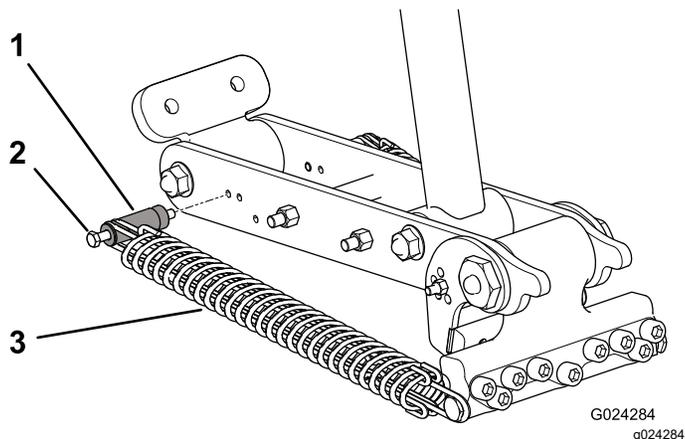
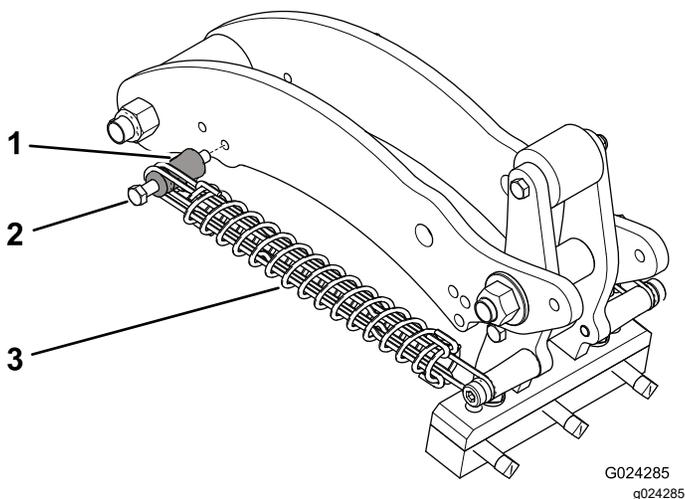

图 39
图 40
4. 卸下将弹簧安装杆螺栓固定至连杆臂的螺母图 39 或图 40。
5. 从连杆臂上卸下安装杆螺栓和安装杆重新将它们插入另一个调节孔图 39 或图 40。